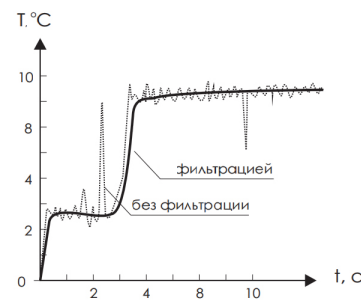

Рис. 3
- **Программная фильтрация помех и нестабильности показаний** (рис. 3) позволяет уменьшить влияние помех, возникающих в измерительном канале и нестабильности показаний, связанных с преобразованием сигналов. Применяется специализированный алгоритм, позволяющий пользователю наблюдать стабильность показаний при их максимально возможной достоверности. При необходимости пользователь может изменить соотношение “стабильность/достоверность” вручную, изменив коэффициент фильтрации в настройках прибора.